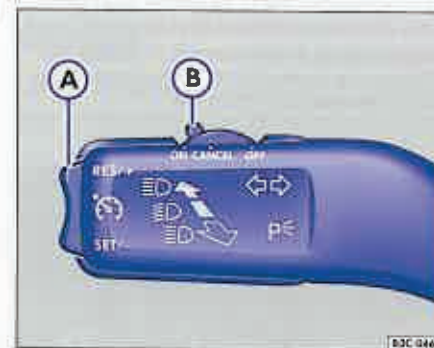

Fig. 30 Maneta pentru luminile de semnalizare și lumina de drum: Tasta (A) și comutatorul (B) pentru CVC.
- Împingeți comutatorul ⇒ fig. 30 (B) spre stânga pe **ON**.